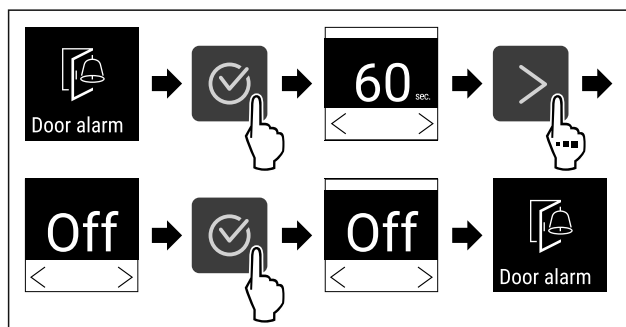

Fig. 107
- ▶ Izvedite zahtevane korake (glejte Fig. 107) .